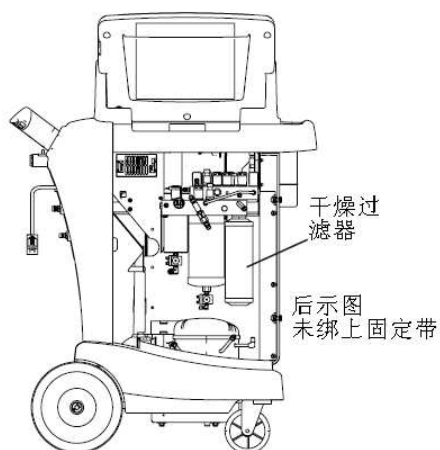

图 12
5. 机器显示 PLEASE REPLACE FILTER(请更换干燥过滤器)。打开机器的后门,取下老干燥过滤器。见图 12。